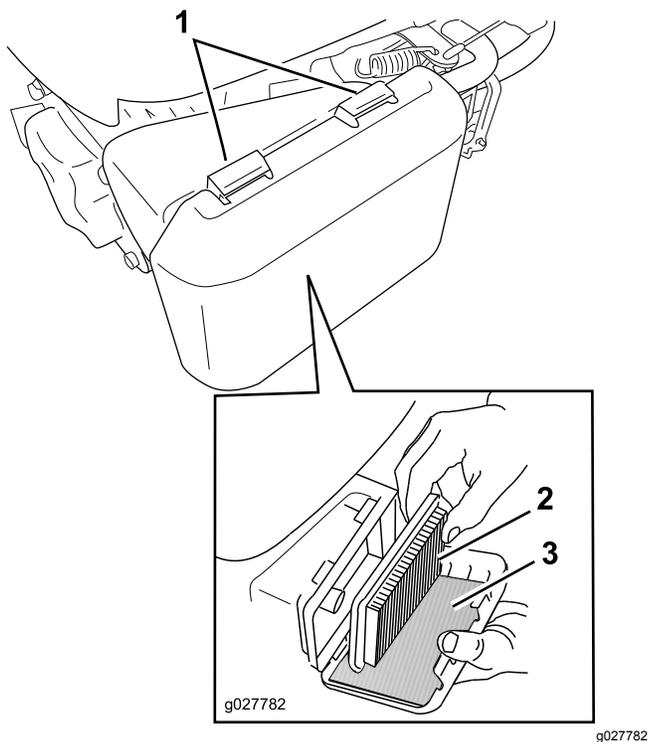

Figura 27
- Presione hacia abajo los cierres de la parte superior de la tapa del filtro de aire (Figura 27).
- Retire el filtro de aire de papel y el pre-filtro de gomaespuma (Figura 27).